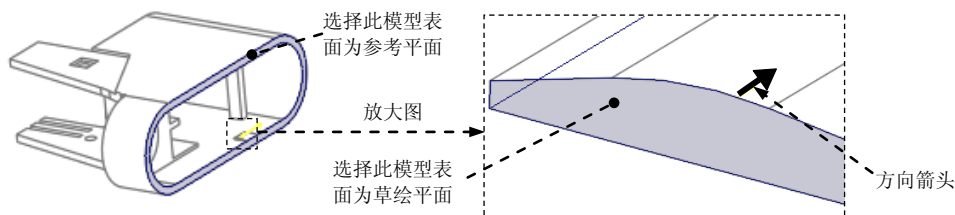

图 19.25 定义草绘平面
(1) 单击 **编辑模具体积块** 操控板 **形状** 区域中的 按钮，此时系统弹出“拉伸”操控板。
(2) 选择 **视图** 功能选项卡 **模型显示** 区域中的“显示样式”按钮 ，按下 隐藏线按钮，将模型的显示状态切换到虚线线框显示方式。
(3) 定义草绘截面放置属性。右击，从弹出的菜单中选择 **定义内部草绘...** 命令；在系统 选择一个平面或曲面以定义草绘平面 的提示下，选取图 19.25 所示的模型表面为草绘平面，接受图 19.25 中默认的箭头方向为草绘视图方向，然后选取图 19.25 所示的模型表面为参考平面，方向为 **右**，单击 **草绘** 按钮，此时进入草绘环境。